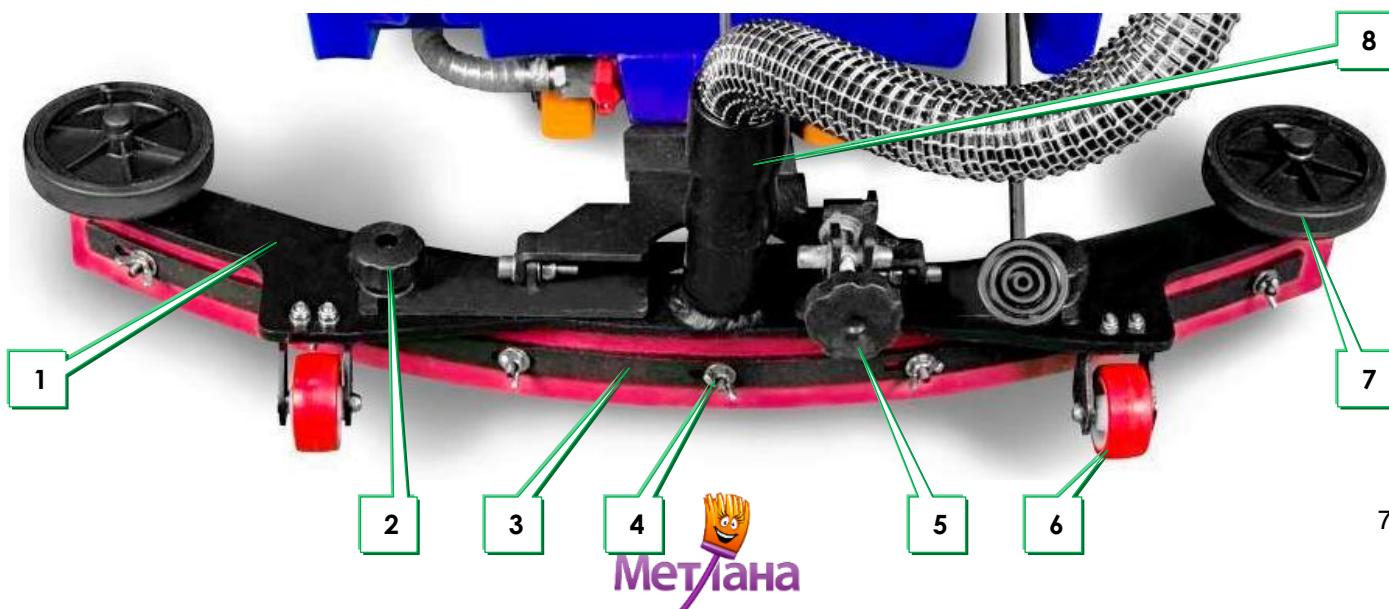
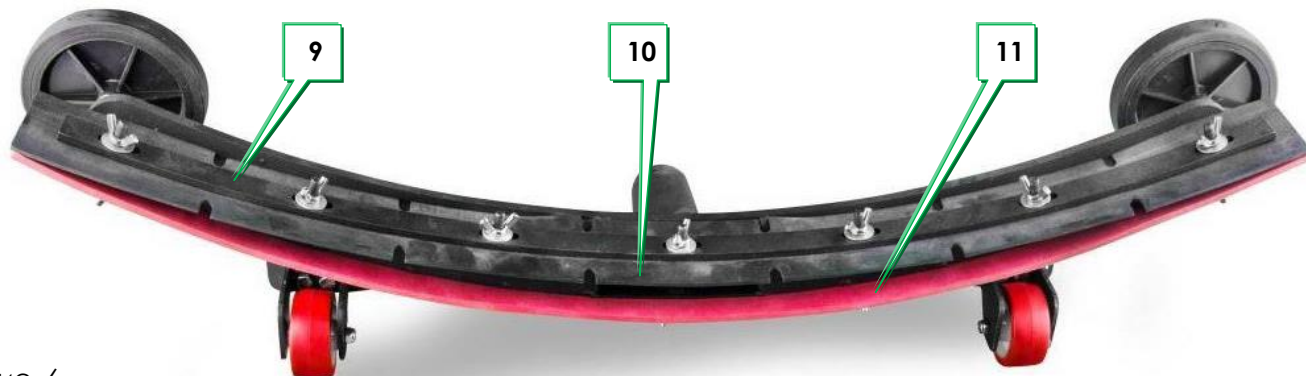

рис. 5
рис. 6
1. **Очистка водосборной балки** (рис.5 и рис.6): снимите с её патрубка наконечник вакуумного шланга (рис.5 поз.8), ослабьте барашки (рис.5 поз.2) и снимите насадку. Аккуратно очистите насадку, чтобы не повредить, резиновые лезвия (рис.6 поз.10 и 11), после чего установите насадку на место. Если выяснится, что рабочие кромки резиновых лезвий изношены, лезвия нужно перевернуть или заменить новыми. Для этого открутите барашки (рис.5 и рис.6 поз.4) уберите металлические пластины-держатели (рис.5 поз.3 и рис.6 поз.9) и снимите лезвия. Переверните их таким образом, чтобы рабочими стали неизношенные кромки. Если изношены обе кромки лезвия, оно подлежит замене. Сборка насадки и всего узла производится в обратном порядке.
Элементы водосборной балки показаны на рисунках (рис.5 и рис.6):
5. **Регулировка прижима лезвий водосборной балки:** отрегулировать наклон насадки вращением ручки винта (рис.5 поз.5). Водосборная резинка должна равномерно прилегать к полу по всей своей длине.